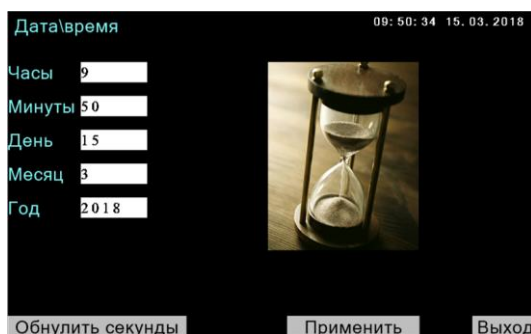

Рисунок 13 – Окно «Дата\время»
9.2.4 Окно «Дата\время» (рис.13) предназначено для установки таймера-календаря реального времени.